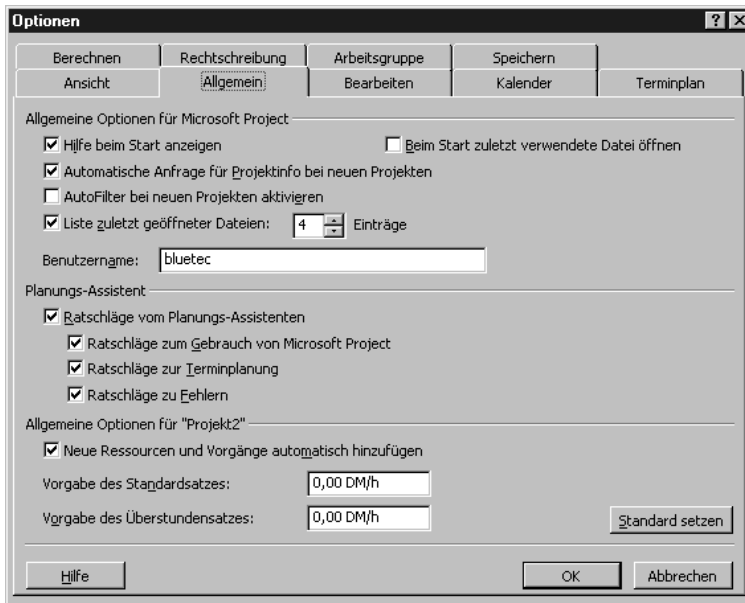

Abbildung 3.3:
1. Wählen Sie EXTRAS, OPTIONEN im Menü. Das Dialogfeld OPTIONEN wird angezeigt (siehe Abbildung 3.3).